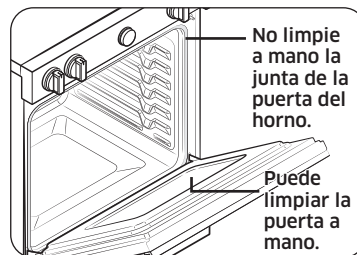

Imagen 2
- No limpie la junta. El material de fibra de vidrio de la junta de la puerta del horno no resiste la abrasión. Es indispensable que no toque la junta. Si la junta se gasta o deteriora, debe reemplazarla. (Fig. 2)